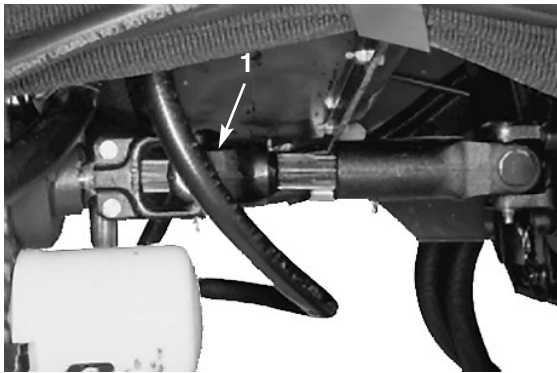

Fig. 18
- Løsn og fjern skruerne, der fastholder drivakslen på motoren. Løsn skruerne, der fastholder drivakslen på transmissionen (Fig. 18). Afmonter drivakslen.
5. Når bugseringen er færdig, skal drivakslen monteres igen som vist i Fig. 18. (Noterne er konstrueret således, at akslen kun kan samles, når de to halvdele er rettet rigtigt ind.)